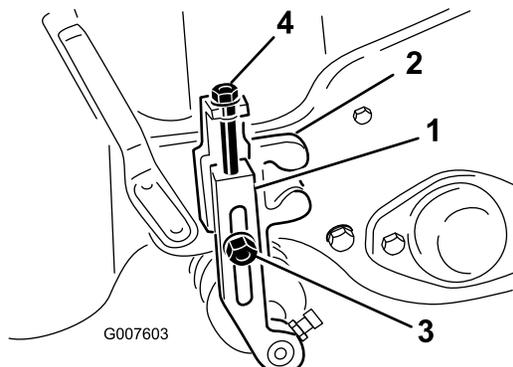

Bild 41
- Lösen Sie die Sicherungsmuttern, die die Schnitthöheneinstellarme zur Schnitthöheneinstellhalterungen festlegen (Bild 41).